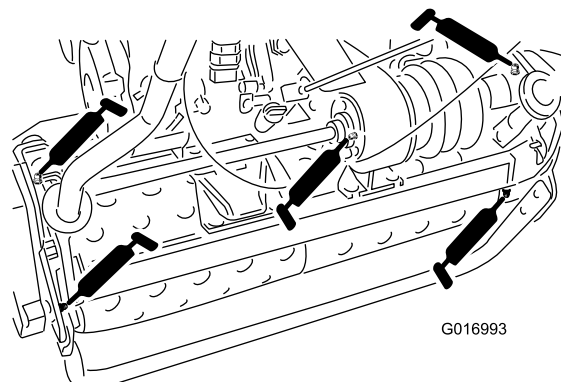

Figure 18
- 2 sur les essieux du tambour (Figure 18)
- 3 sur le différentiel (Figure 18)